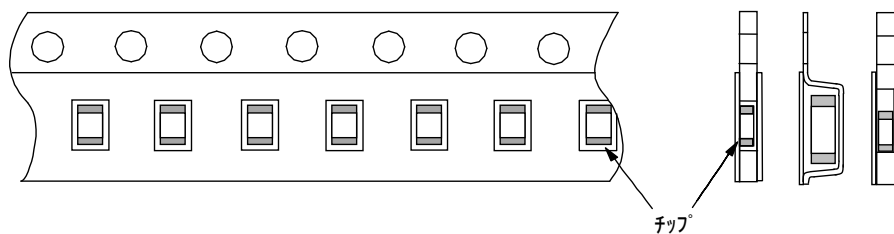

図2 リール寸法
1.11 リールは、樹脂製を使用し外観及び寸法は図2のとおりとします。尚、材料及び寸法については、改良のため、変更されることがあります。